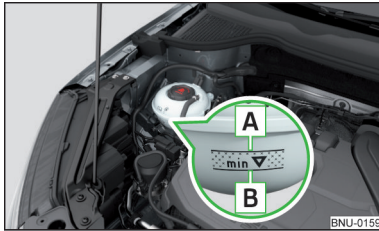

Abb. 308
Kühlmittelstand prüfen - der Kühlmittelstand muss zwischen den Markierungen **A** und **B** liegen » Abb. 308. Liegt der Kühlmittelstand unterhalb der Markierung **B**, das Kühlmittel nachfüllen.
Die **Spezifikation** des Kühlmittels ist auf dem Kühlmittelausgleichsbehälter aufgeführt » Abb. 308.
- Das Kühlmittel nicht über die Markierung **A** auffüllen » Abb. 308. Das Kühlmittel könnte bei Erwärmung aus dem Kühlsystem gedrückt werden - es besteht die Gefahr einer Beschädigung der Motorraumteile.